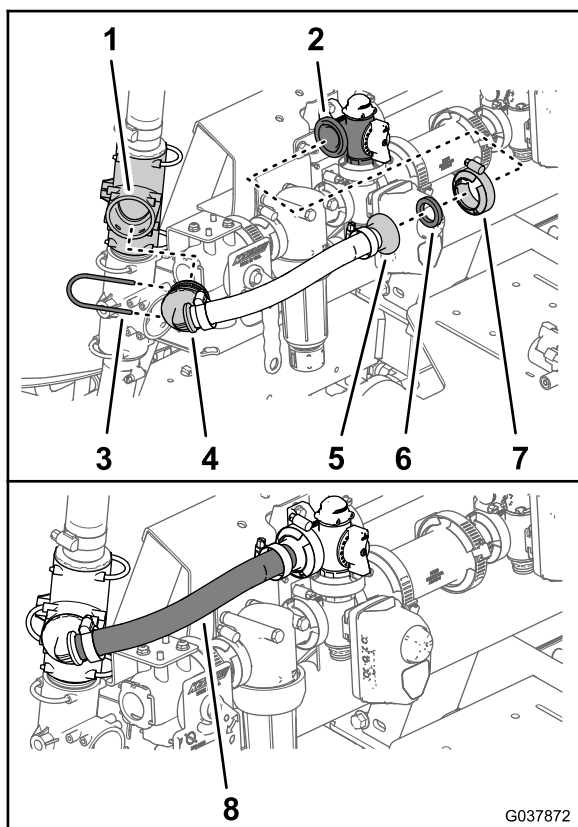

Рисунок 69
2. Подсоедините прямоугольный штуцер типа «елочка» перепускного шланга перемешивания к верхнему тройнику (Рисунок 69) с помощью держателя, снятого при выполнении пункта 2 в разделе Демонтаж перепускного шланга перемешивания и шланга подачи опрыскивателя (страница 18).
- Прикрепите фланцевый штуцер типа «елочка» перепускного шланга перемешивания и прокладку 25 x 35 мм (1 x 1-3/8 дюйма) к фланцу перепускного клапана перемешивания (Рисунок 69) с помощью фланцевого хомута размером от 40 до 64 мм (от 1-9/16 до 2-1/2 дюйма).